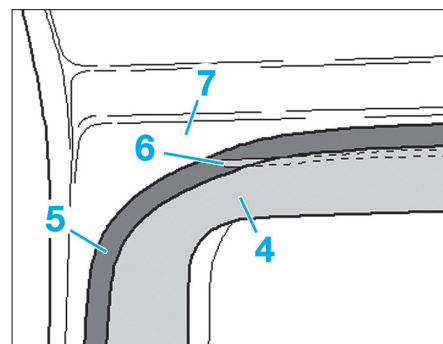

FIG. 4
- Si le cordon de soudure au laser (6) sur le flasque de tôle (7) n'est pas recouvert par le cordon de colle existant (4), enduire le cordon de soudure au laser (6) de primaire verre sur peinture (4) (Fig.4).